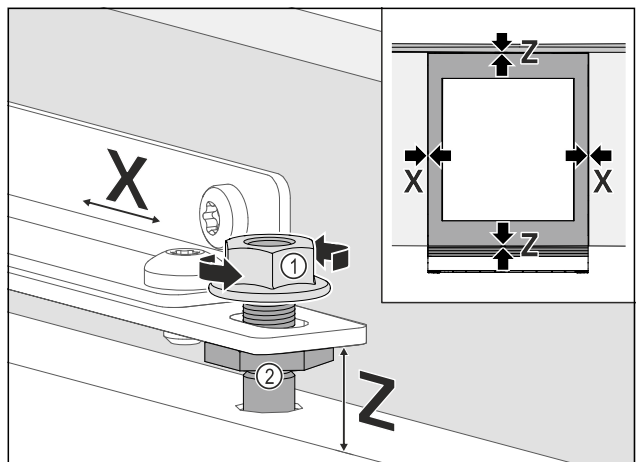

Fig. 94
- ▶ Kalusteoven kohdistaminen sivuttain: Avaa vastamutteri Fig. 94 (1), siirrä kalusteovea X:n suuntaan.
- ▶ Kiristä vastamutterit Fig. 94 (1).
- ▶ Kohdistusta kalusteovi korkeudeltaan **Z:n** ja sivuttaisen kaltevuuden mukaan: Säädä säätöpultit *Fig. 94 (2)*.